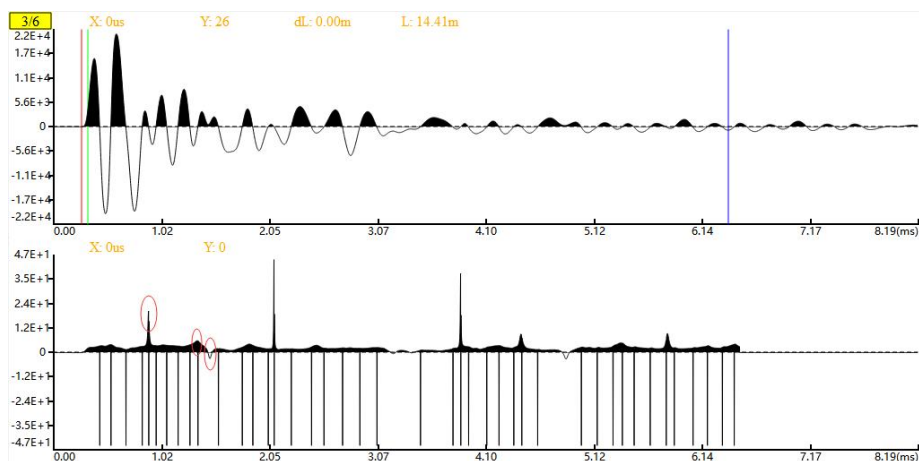

图 3-15 异常提取
- 异常提取：对需分析的波形进行异常提取操作，并显示在分析视图的第二块区域，变化如图 3-15 所示，点击异常提取之后观察下方的波形，从时域来分析该波形的变化和直观的观察的它的突变点（图中红色框圈起位置）可以分析判断缺陷大致位置，快捷键为 **MQ**。